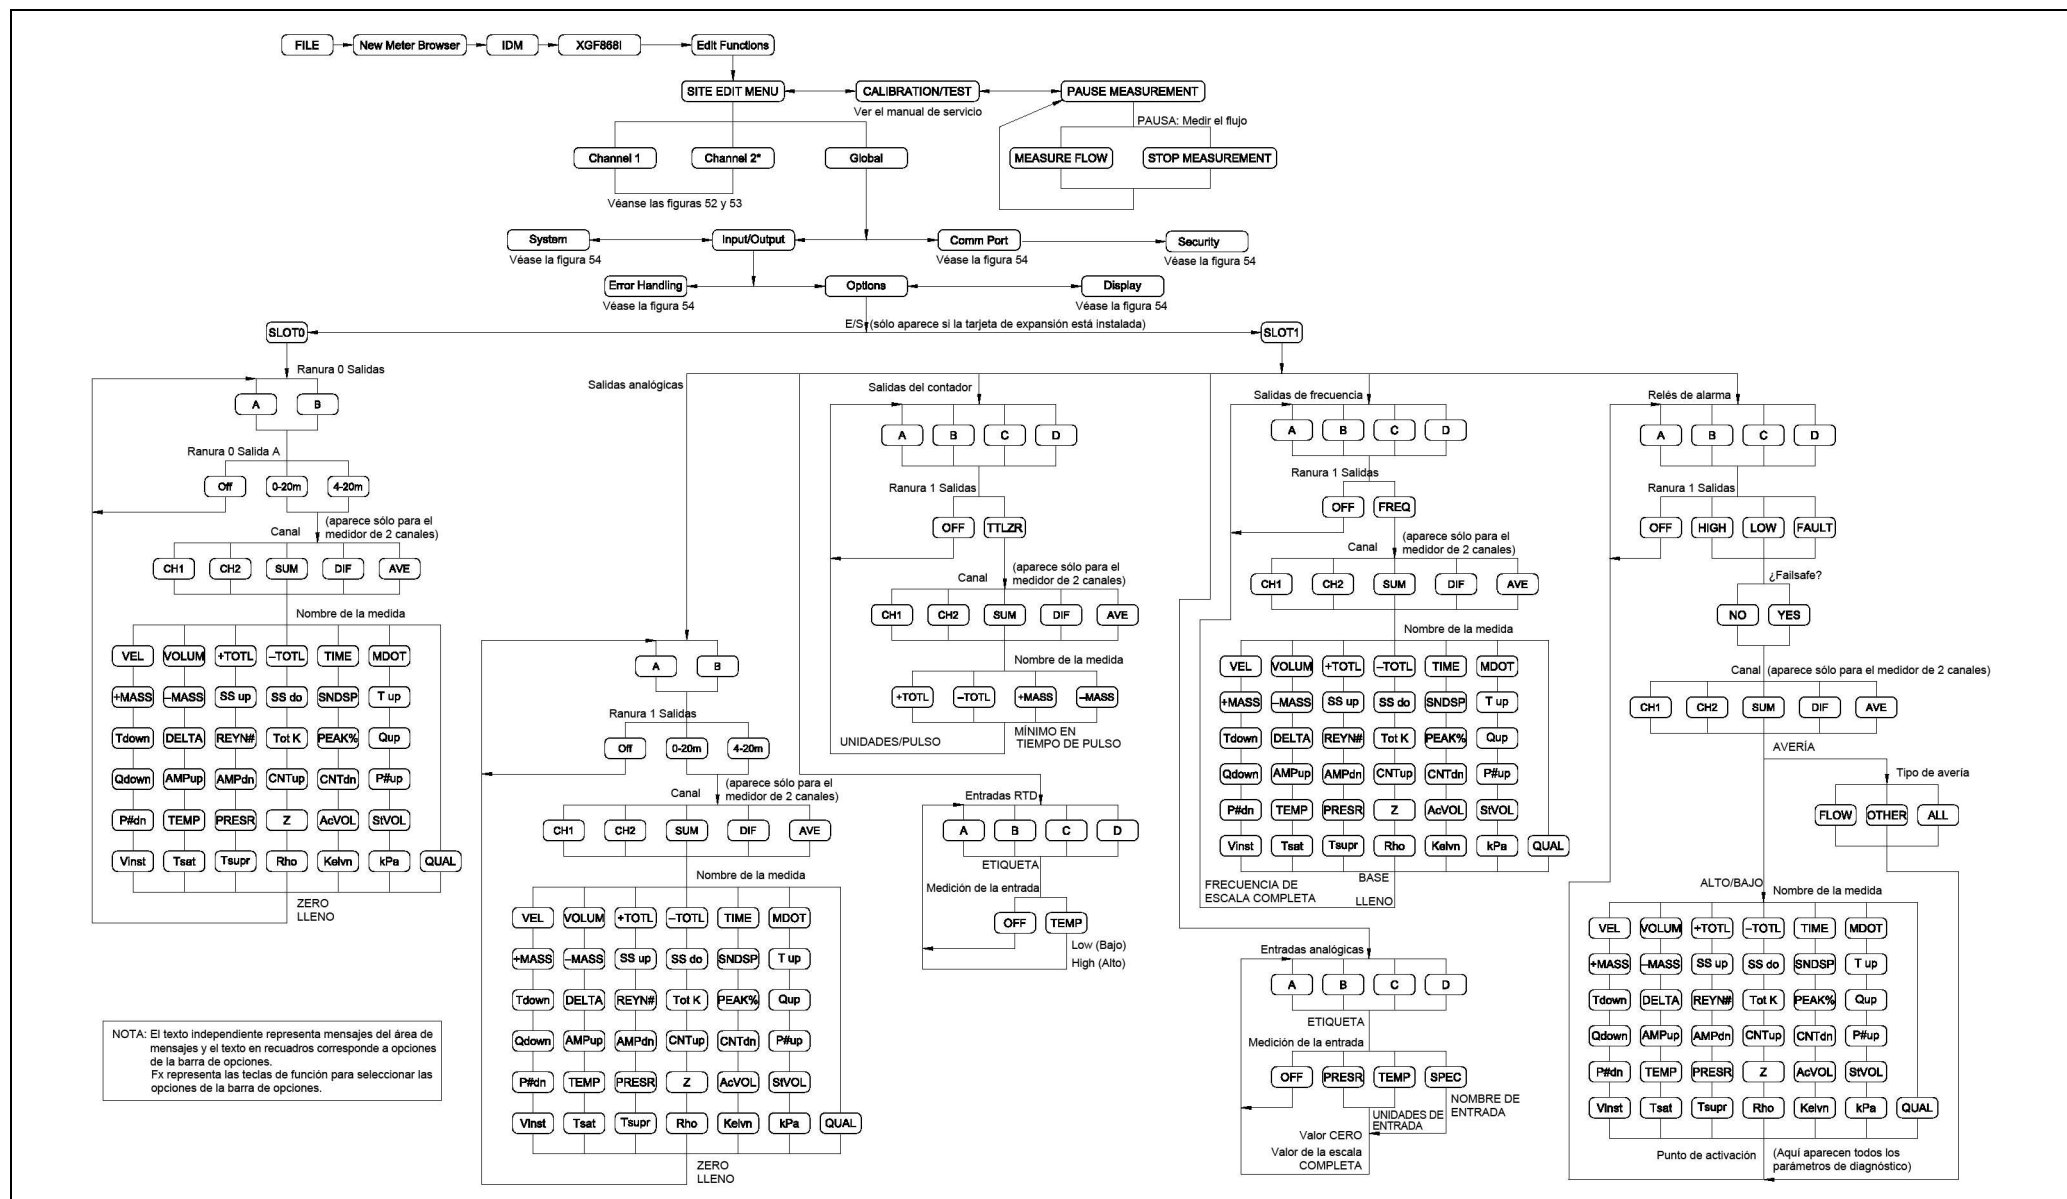

Figura 58: PanaView PROG > GLOBL > E/s > Menú OPCIONES
- Figura 58, “PanaView PROG > GLOBL > E/S > Menú OPCIONES”, en la página 110